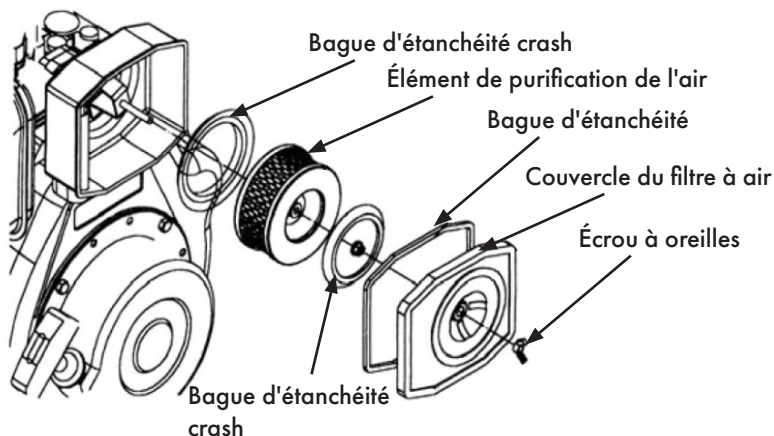

Figure 17
- Retirez le filtre à air du boîtier du filtre à air, fig. 17.